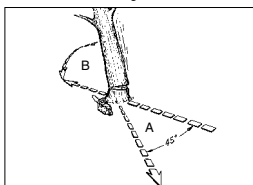

Abb. 12
ACHTUNG: Vor dem Schneiden sollte ein Rückzugspfad (A) geplant und freigelegt werden. Der Rückzugspfad sollte nach hinten und diagonal zur Rückseite der erwarteten Fallrichtung verlaufen, wie in Abb. 12 dargestellt ist.
ACHTUNG: Wenn der Fällschnitt sich dem Ankerpunkt nähert, beginnt der Baum zu fallen. Sobald der Baum zu fallen beginnt, ziehen Sie die Säge aus dem Schnitt heraus, stoppen Sie den Motor, legen Sie die Kettsäge ab und verlassen Sie den Bereich über den Rückzugsplatz (Abb. 12).